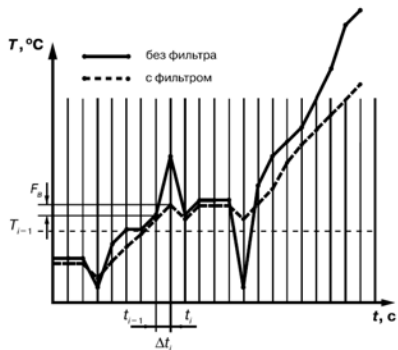

Рисунок 3.4
3.1.4.4.2 Полоса цифрового фильтра позволяет защитить измерительный тракт от единичных помех и задается в единицах измеряемой величины. Если измеренное значение T_i отличается от предыдущего T_{i-1} на величину, большую, чем значение параметра F_b , то прибор присваивает ему значение равное $T_i + F_b$ (рисунок 3.4). Таким образом характеристика сглаживается.